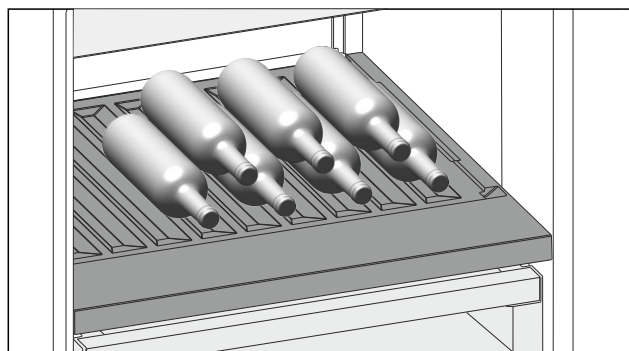

Fig. 157
- Inserire le bottiglie con il fondo rivolto verso la parte posteriore. (vedere Fig. 157)